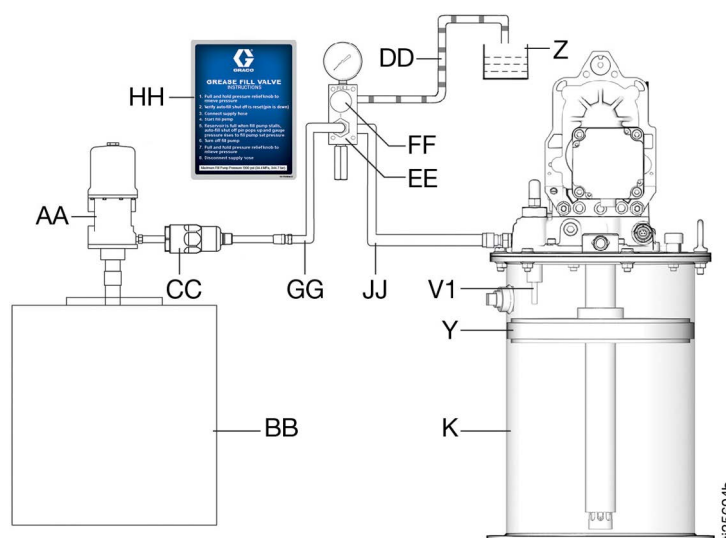

Рис. 12
ПРИМЕЧАНИЕ: Используйте заправочный клапан, артикул 77X542 (как показано на Рис. 12), чтобы обеспечить защиту от избыточного давления, или используйте комплект предохранительного клапана на 5000 фунтов/кв. дюйм (34,5 МПа, 345 бар) в линии заправки (GG).